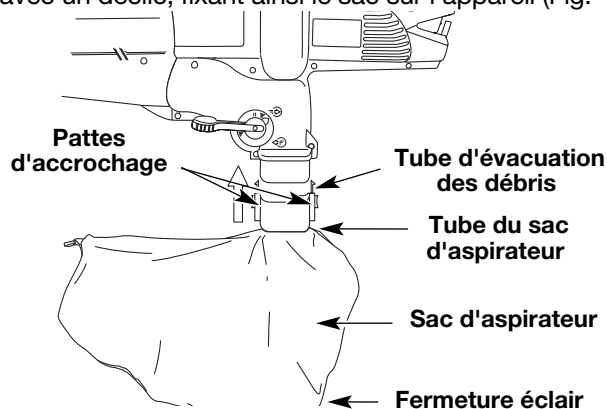

Fig. 4
2. Glissez le tube du sac sur le tube d'évacuation des déchets, sur le carter. Poussez le tube jusqu'à ce que les pattes d'accrochage des deux côtés s'enfoncent avec un déclic, fixant ainsi le sac sur l'appareil (Fig. 4).